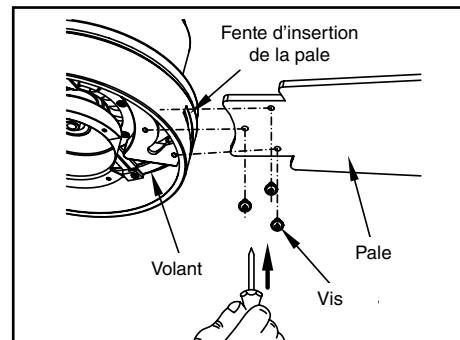

Figure 11
1. Insérez la pale dans la fente du volant-moteur central. Alignez les trois trous de vis de la pale avec les trous de vis du volant-moteur et fixez en place à l'aide des vis fournies. (Figure 11)